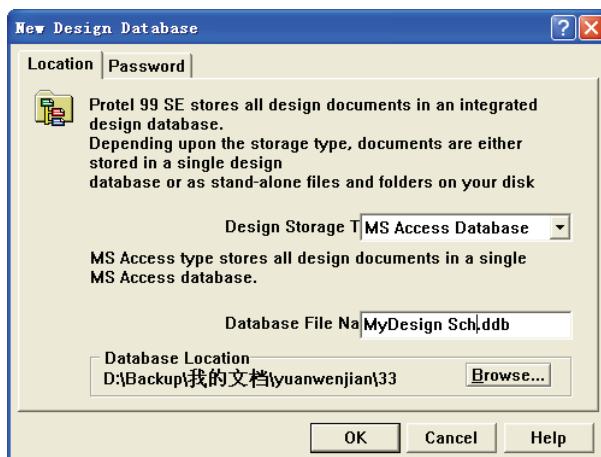

图 6-71 创建 Protel 99 SE 工程文件
- (1) 启动 Protel 99 SE。
- (2) 执行“开始”→“Protel 99 SE”→“Protel 99 SE”菜单命令，或者双击桌面上的快捷方式图标，启动 Protel 99 SE 程序。
- (3) 执行“Files”→“New”菜单命令，在弹出的工程文件创建对话框中，在“Design Storage”栏选择“MS Access Database”选项，选择合适的路径，输入文件名“MyDesign PCB”，建立“.ddb”工程文件，如图 6-71 所示。